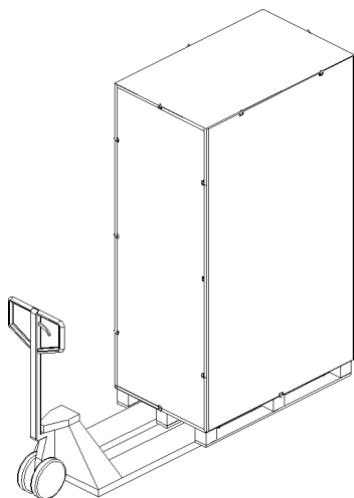

Рис. 2-1
1. Используйте вилочный погрузчик, чтобы переместить изделие в установленное место. См. рисунок 2-1. Пожалуйста, убедитесь, что грузоподъемность вилочного погрузчика достаточна.